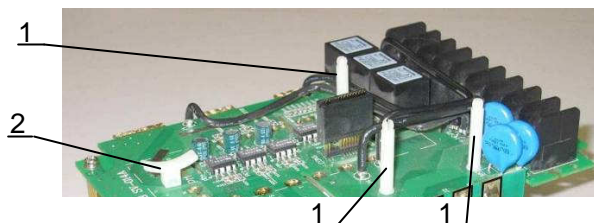

Рис.7.5
- 7.2.2. Установить три пластмассовые опорные стойки 1 и опорную стойку конденсатора 2 в отверстия платы драйверов, приложив к ним усилие до щелчка фиксаторов (рис. 7.5).